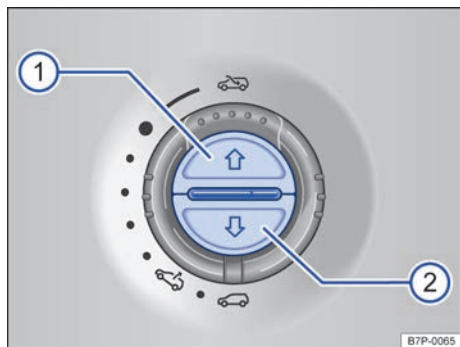

Fig. 129 En el revestimiento interior del techo: teclas para manejar la cortinilla parasol.
Abrir completamente (función automática):	Pulse brevemente la tecla → fig. 129 ①.
Detener la función automática:	Pulse brevemente la tecla → fig. 129 ① o la tecla ②.
Ajustar una posición intermedia:	Mantenga pulsada la tecla → fig. 129 ① o la tecla ② hasta alcanzar la posición deseada.
Cerrar completamente (función automática):	Pulse brevemente la tecla → fig. 129 ②.
- Antes de que transcurran aprox. 5 segundos desde la activación de la función antiaprisionamiento, pulse la tecla → fig. 129 ② hasta que la cortinilla se haya cerrado completamente.